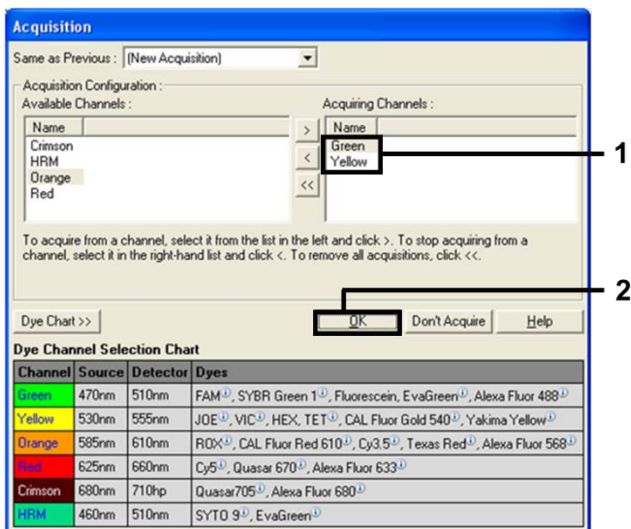

Figura 8. Acquisizione durante la fase di ciclaggio a 60 °C.
10. Impostare i canali di acquisizione Green e Yellow selezionando > per spostare questi elementi nell'elenco Available Channels (Canali disponibili). Fare clic su OK (Figura 8).